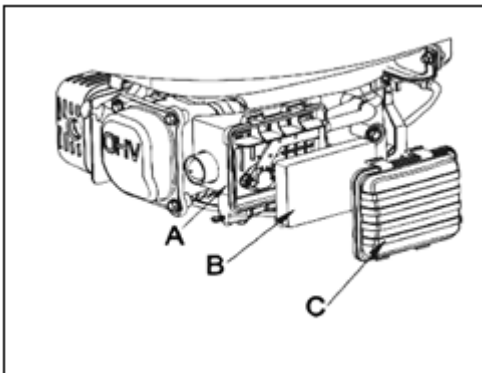

Fig. 10
9.7.1 INSPECCIÓN (Ver Fig. 10)